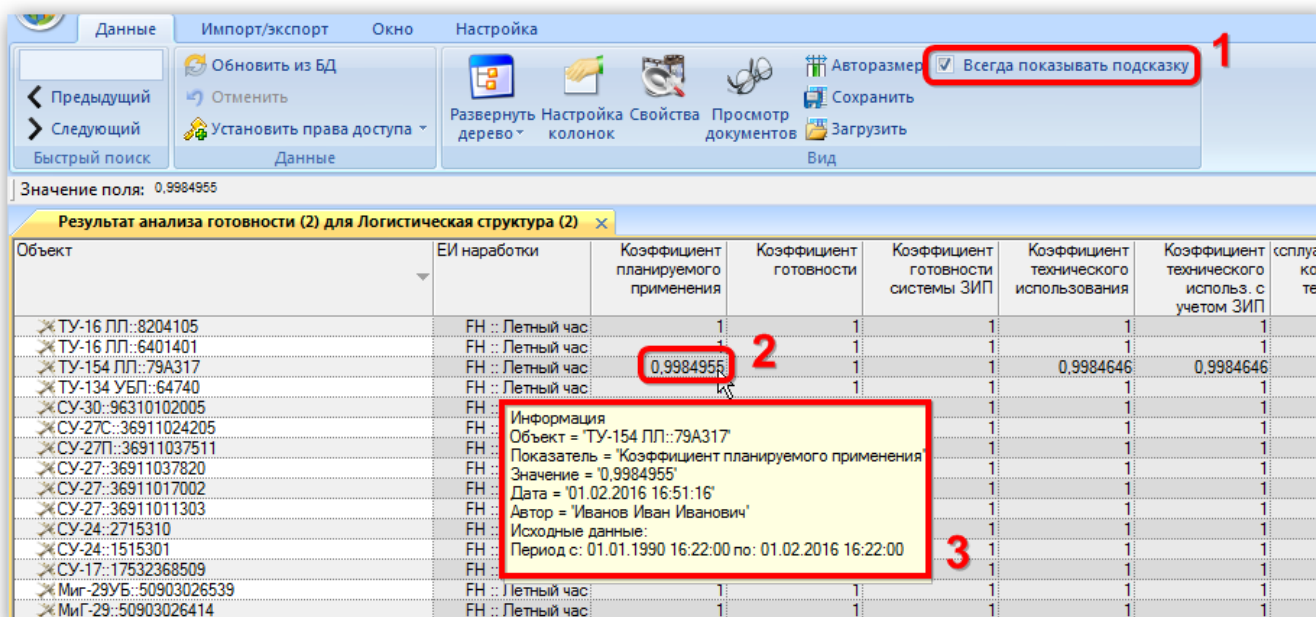

Рис. 13-560 – Краткая информация об исходных данных, использованных в расчете
7) Результаты анализа будут отображены в новом рабочем окне «Результат анализа готовности» (рис. 13-560). В колонке «Объект» перечислены аэродромы базирования , типы ФИ  и экземпляры ФИ , а в остальных колонках – ЕИ наработки и значения показателей готовности, которые были выбраны при настройке расчета.